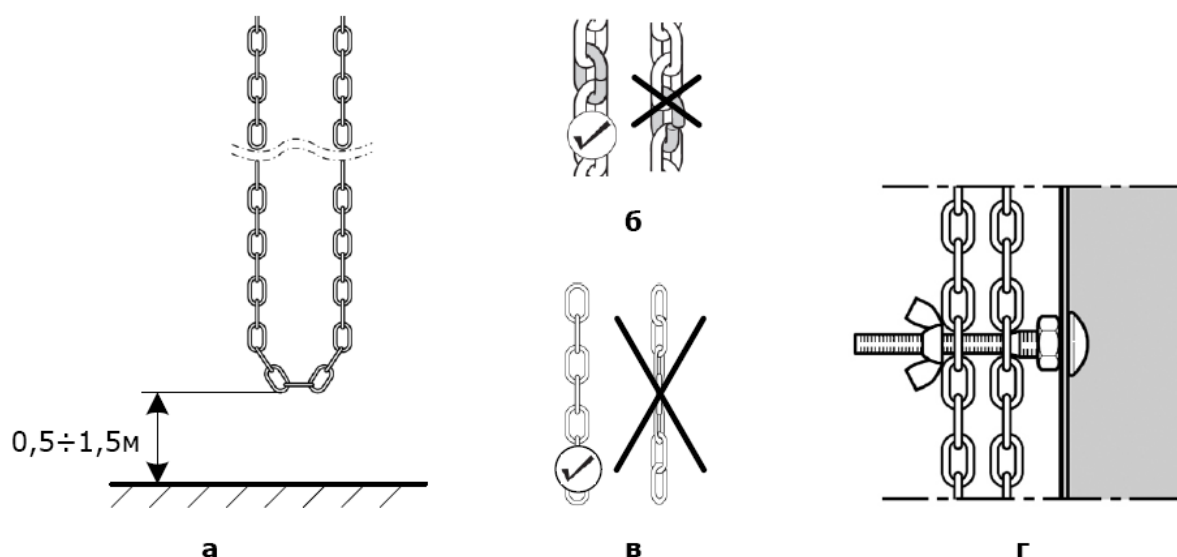

Рис. 4. Условия правильного функционирования цепи ручного управления
- Край цепи аварийного ручного управления в собранном состоянии должен находиться на высоте $0,5 \div 1,5$ метра (рис. 4а).
- При необходимости удлините или укоротите цепь. Концы аварийной ручной цепи должны быть соединены друг с другом. Кромки соединительного звена цепи должны располагаться точно друг над другом (рис. 4б).
- Аварийная ручная цепь ни в коем случае не должна быть перекручена (рис. 4в), так как в противном случае могут возникнуть неисправности в работе аварийного ручного управления.
- Когда аварийное ручное управление не используется, во избежание защемления аварийной ручной цепи при движении ворот, и чтобы не создавать помех движению людей и оборудования, нижняя часть цепи должна быть зафиксирована (рис. 4г).